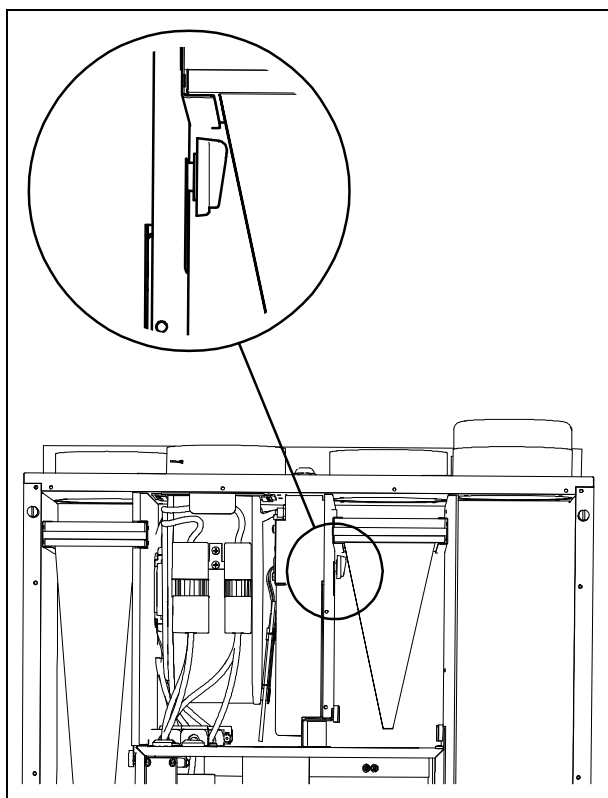

Fig.1
Tillufttemperatur innenfor normalområdet kan velges på en bryter, plassert innvendig i aggregatet (**Fig.1**). Tillufttemperaturen økes/senkes ved hhv. å vri med- eller moturs. Temperaturen er forhåndsinnstilt fra fabrikk. Fabrikkinnstilling: Midt mellom "Min" og "Max".
- Valgt tillufttemperatur på betjeningsbryter "D", (Fig.1).